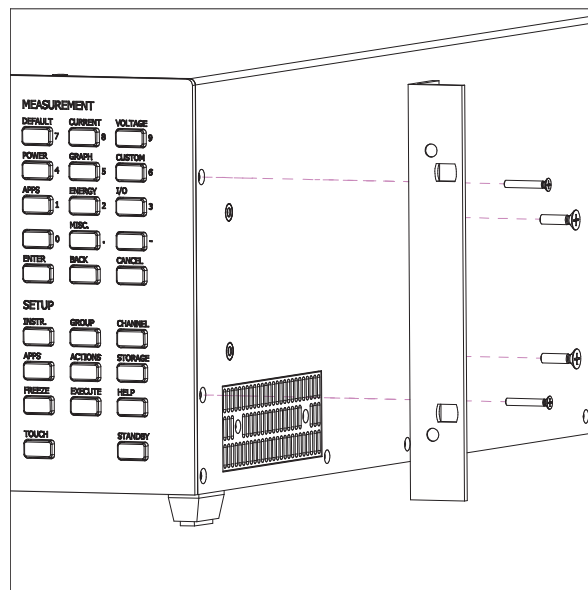

Abbildung 5.3: Montage des 19"-Montagesatzes (LMG671)
- Die Winkel werden jeweils mit den beiden beigelegten Schrauben M4x8 mit Ferderring und mit den zwei entfernten Linsenkopf-Schrauben M3x8 befestigt. Siehe auch Abbildung 5.3 [→87]